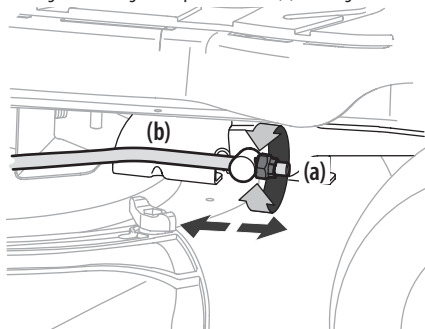

Figure 29
- Repérez l'écrou autobloquant à bride (a) sur la partie avant de la tige de relevage de la prise de force (b). Voir Figure 29.